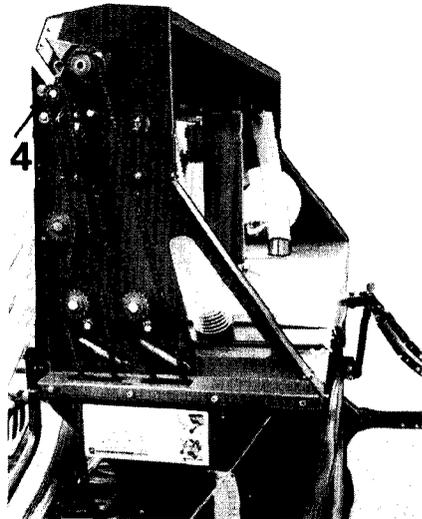

Fig. 35
4. Verteilerschnecke links und rechts (Fig. 35/3) (nur jeden 8. Arbeitstag)
5. Säradwalle links und rechts (Fig. 35/4)